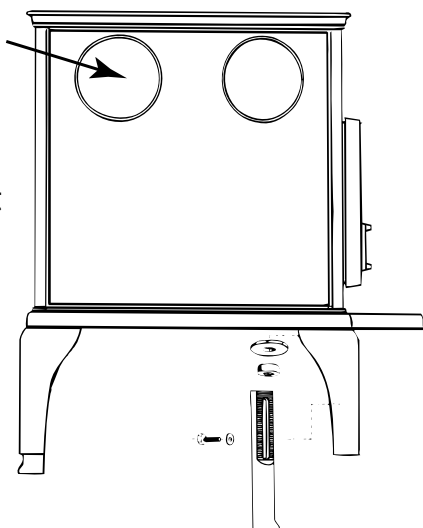
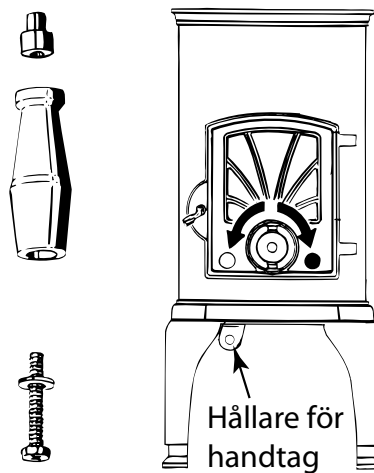

Bild 1: Montering av justerbara ben
Bild 6: Montering av handtag
2. Lägg försiktigt kaminen på sidan och montera benen och askhyllan (se Bild 1). Du kan justera benens längd från 220-300 mm. Montera även dit hållaren för handtaget, se Bild 6, på vänster sida framför värmeskölden. **Lyft** kaminen till stående, vippa inte upp den.